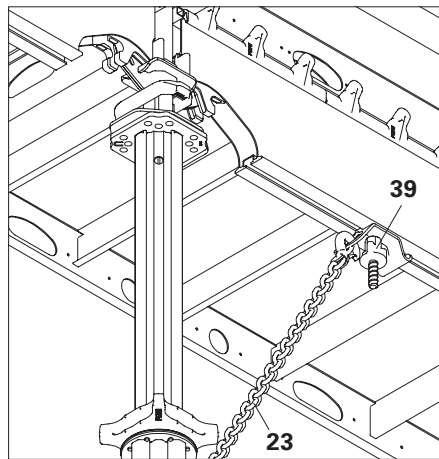

Fig. A7.03
- In direzione longitudinale, agganciare la catena (23) all'attacco ancoraggio SAO (39). (Fig. A7.03)